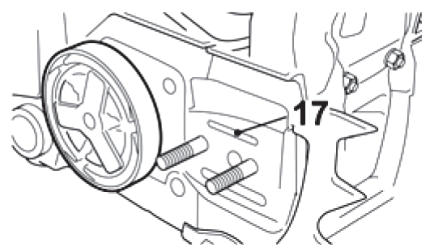

Fig. 45
- > Verifique o orifício de lubrificação (17) em busca de entupimentos e limpe se necessário, para garantir uma lubrificação adequada da lâmina-guia e da corrente durante a operação. Use um arame flexível pequeno o bastante para entrar no orifício de descarga de óleo (Fig. 45).